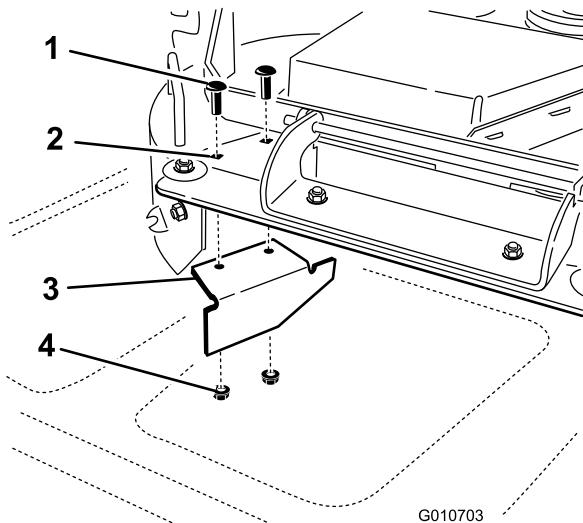

Figure 39
14. Trouvez le déflecteur incliné dans le sachet des pièces détachées. Retirez les fixations des trous arrière de la plaque d'éjection. Montez le déflecteur sur l'ouverture d'éjection latérale sur le plateau de coupe (Figure 39).